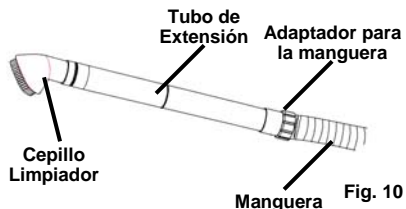
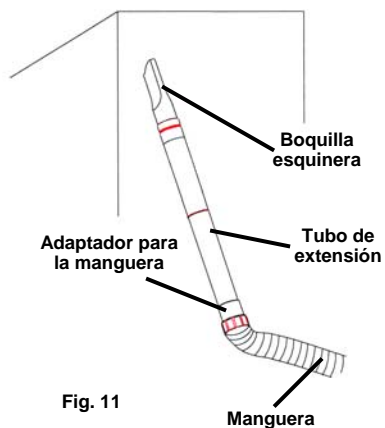

Fig. 10
Fig. 11
- Coloque la boquilla esquinera o el cepillo limpiador al final del tubo de extensión. (Fig. 10 y Fig. 11)